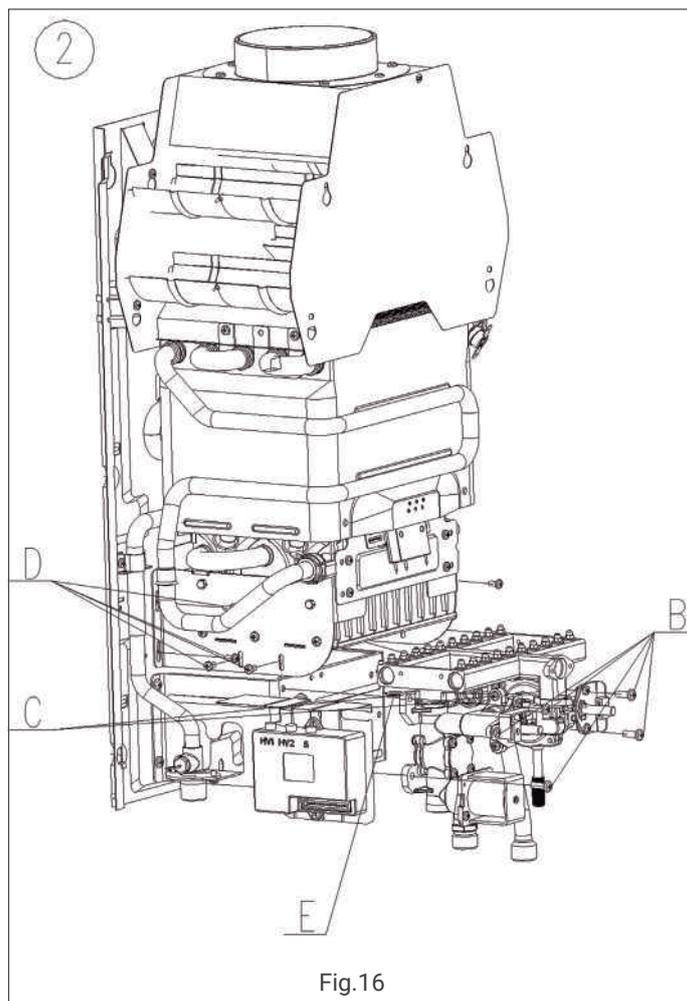

Fig.16
1. Dévisser la connexion entre la vanne eau-gaz et son support, retirer le clip qui fixe la connexion entre la vanne eau et le tuyau d'arrivée d'eau du brûleur. Retirer la connexion du câble de la vanne eau-gaz et de la mise à la terre (fig.16, setp B).
2. Dévisser le raccord entre le robinet eau-gaz et le collecteur de gaz (fig.16, setp C).
3. Dévisser le raccord entre le collecteur de gaz et les deux supports latéraux du brûleur. Desserrer les vis de fixation des deux supports latéraux pour libérer complètement le collecteur (fig.16,setp D), puis retirer le collecteur.
Faites fonctionner l'appareil de remplacement lentement et veillez à ne pas endommager les joints d'étanchéité et à les placer dans la bonne position. Il est recommandé de les remplacer par des joints neufs (fig.16, setp E).